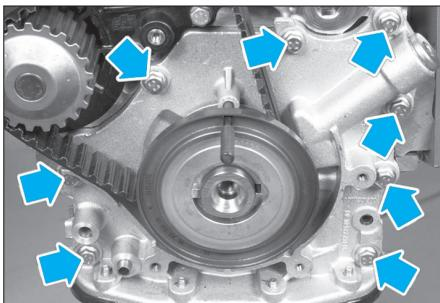

Fig. 16
- les huit vis de la pompe à huile en bout de vilebrequin (**Fig.16**),